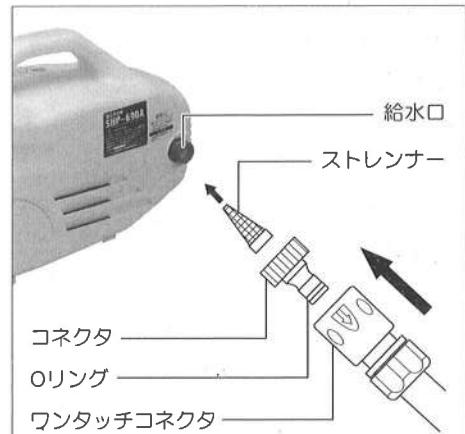

図6
- 本体給水口に接続されているコネクタを取外します。ストレンナーが組込まれていることを確認し、取外したコネクタを接続してください。(図6参照)
- 本体給水口についているコネクタに、ワンタッチコネクタをカチッと音がするまで、確実に差込んでください。(図6参照)